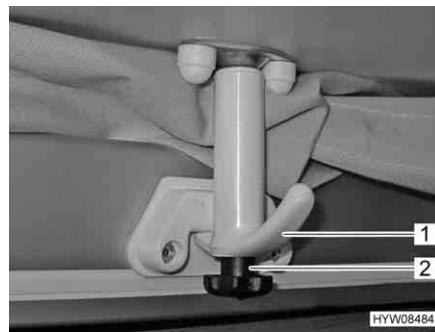

Fig. 44 Tenditore (sbloccato)
- Allentare una vite a testa cilindrica zigrinata (Fig. 44,2) su ciascuno dei due tenditori anteriori (Fig. 44,1).